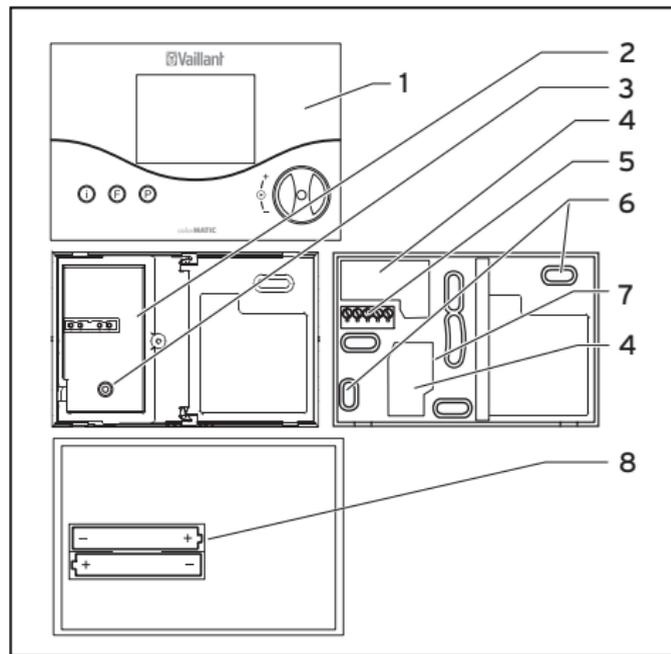

Рис. 9.1 Монтаж регулятора температуры помещения
Соединение с нагревательным аппаратом производится 2-жильным соединительным кабелем к зажимам 3-4 (см. рис. 9.1, поз. 5).
- Вытащите регулятор температуры помещения (1) из настенного цоколя (7).
- Откройте внутреннюю защитную крышку (2) настенного цоколя (7), отпустив винт (3) и откинув крышку вправо.
- Просверлите два отверстия (6) с диаметром 6 мм (как показано на рис. 9.1) и вставьте в них входящие в объем поставки дюбели.
- Проведите соединительный кабель через кабельный ввод (4), расположенный под внутренней защитной крышкой.
- Вложите прилагаемые батареи в отсек, расположенный на задней стороне регулятора (рис. 9.1, поз. 8). Следите за правильной полярностью батарей.
- Установите регулятор температуры помещения (1) на настенный цоколь (7) таким образом, чтобы штифты на задней стороне верхней части вошли в гнезда (2).